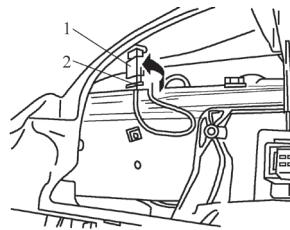

图 5-21 拆下左侧出风口温度传感器
2) 如图 5-21 所示, 拔下左侧出风口温度传感器 G150 上的插头 2。